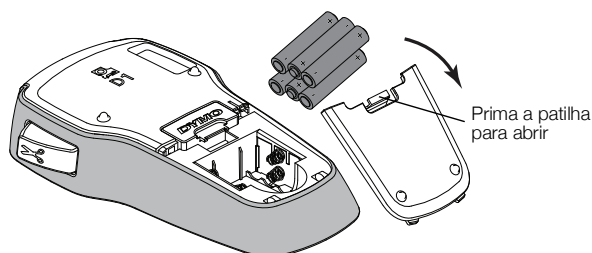

Figura 2
- 1 Prima a patilha na traseira da máquina de etiquetar para remover a tampa do compartimento das pilhas. Ver Figura 2.